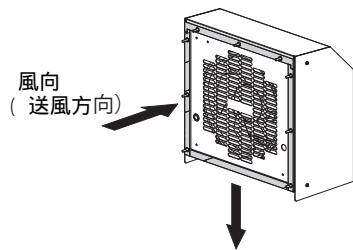

図1
- ・ 取付(送風)方向を確認してください。キャビネット内部機器の故障のおそれがあります。(図1)